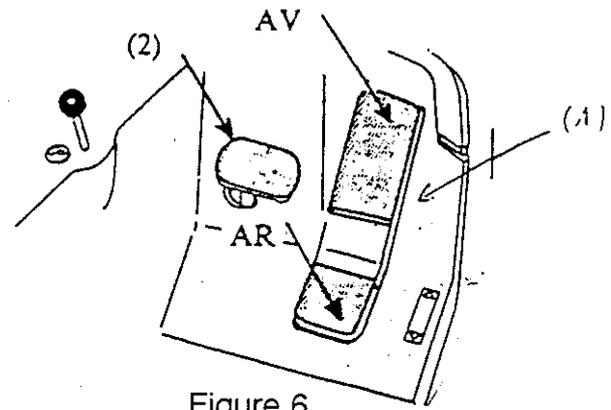

Figure 6
### Pédale marche avant /marche arrière (1) (fig.6)
### Pédale de frein (2) (fig.6)